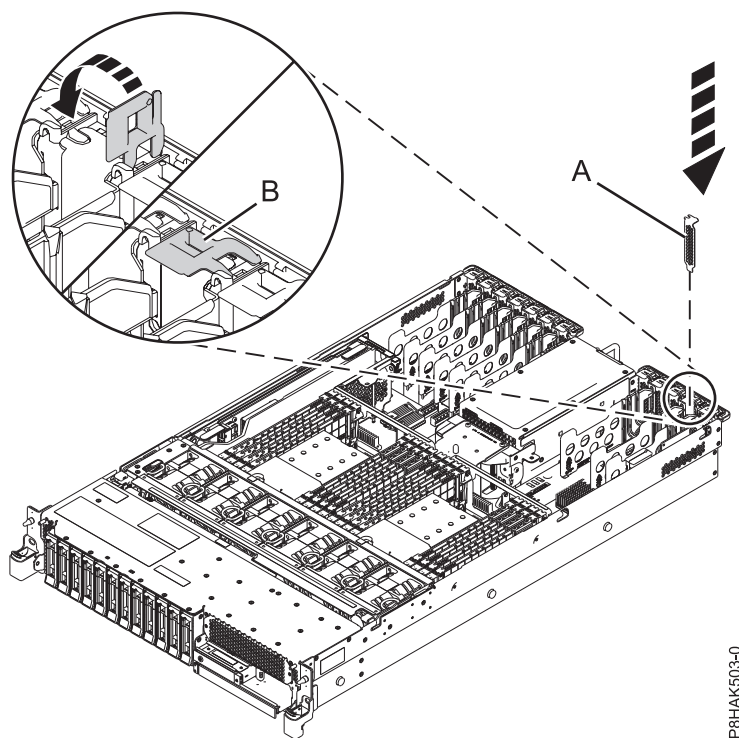

Figura 34. Instalar um preenchimento numa ranhura de um adaptador PCIe num sistema 5148-21L, 5148-22L, 8247-21L, 8247-22L, 8284-21A ou 8284-22A
- a. Segure no contraponto do carácter de preenchimento com cuidado e alinhe o carácter de preenchimento com a ranhura no respectivo conector no painel posterior do sistema, como demonstrado em Figura 34 na página 56.